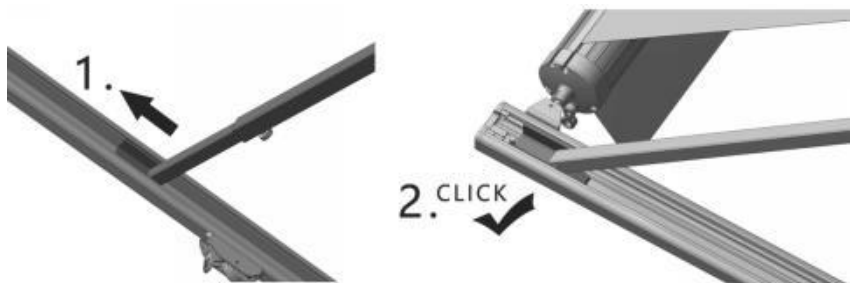

Figure D5
4.1.4 Poussez la tige intérieure le long de la tige de support, faites-la glisser et clipsez-la dans la boucle située à la tête du bras de support (Figure D5), puis serrez le bouton de verrouillage noir pour fixer la tige intérieure.